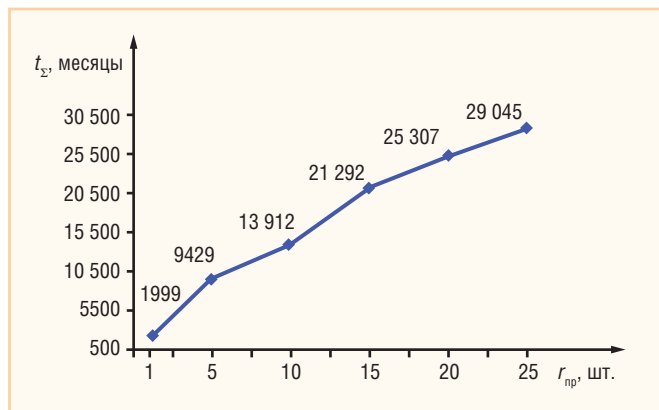

Рис. 3. Фактические значения наработки для блоков типа А
График изменения суммарной наработки  $t_{\Sigma} = f(r_{\text{пр}})$  для блоков типа **A** (рис. 3) показывает, что при наступлении первого отказа суммарная наработка  $t_{\Sigma}$  блоков составила 1999 месяцев, что превышает значение  $T_{\text{max}}$ , рассчитанное по данным, приведённым в табл. 1 для 5 отказов. Более того, значение суммарной наработки  $t_{\Sigma}$  при наступлении 5, 10, 15, 20, 25 отказов всегда оказывается больше, чем значение  $T_{\text{max}}$ , рассчитанное по данным табл. 1 (см. рис. 1). Одновременно можно утверждать, что количество блоков, находящихся в эксплуатации в эти моменты времени, всегда больше минимального значения  $N$ , вычисленного по формуле (1).